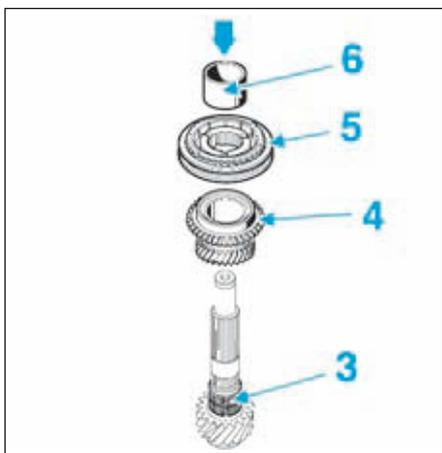

FIG.28
- Poser la cage à aiguilles (3) (Fig.28).
- Reposer le pignon fou de 6° (4) muni de sa synchronisation.
- Reposer le moyeu baladeur de 6°/5° (5) à l'aide d'un mandrin de diamètre approprié (indice "N")